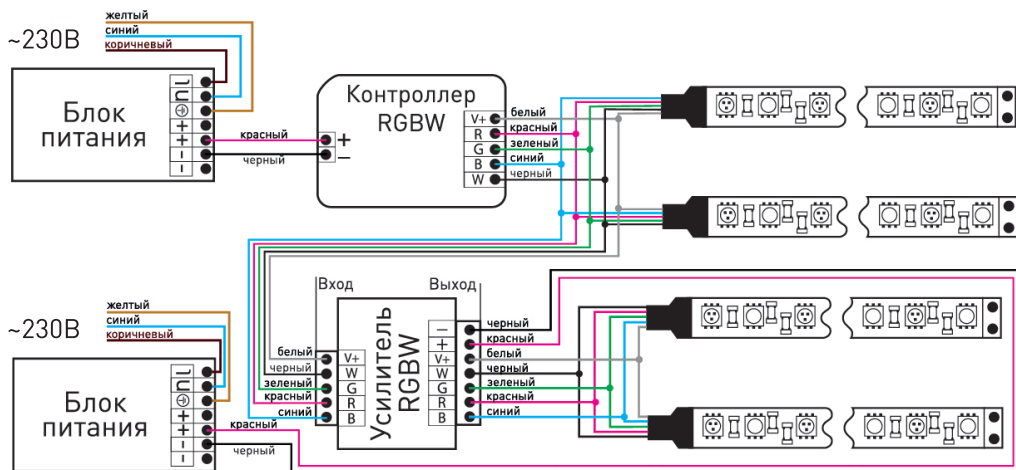

Рисунок 1 – Схема подключения
5.3 С помощью отвертки подключите зачищенные жилы проводов согласно схеме подключения (рисунок 1).
Усилитель не работает	<ul style="list-style-type: none"> - проверьте правильность подключения светодиодной ленты; - убедитесь в работоспособности источника питания; - проверьте правильность подключения источника питания к контроллеру; - убедитесь в правильности выбора источника питания; - убедитесь в наличии напряжения питания; - убедитесь, что все провода подключены согласно схеме подключения (рисунок 1); - убедитесь в исправности подключенной RGB ленты.